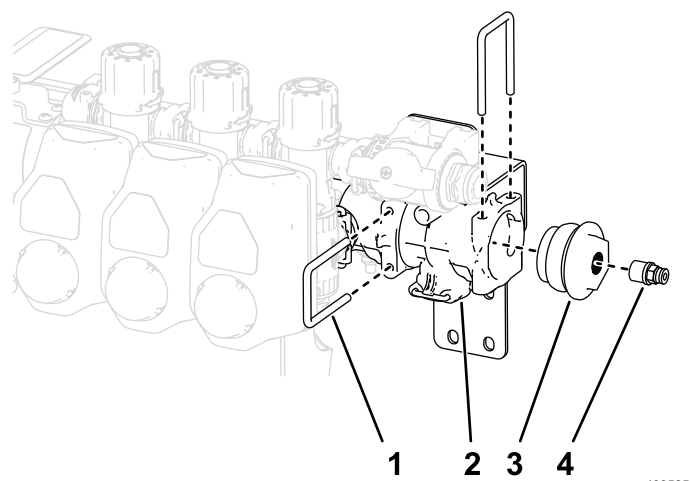

図 30
9. フィッティングキャップとカップラをバルブセクションの端に固定しているリテーナーを取り外す 図 30。